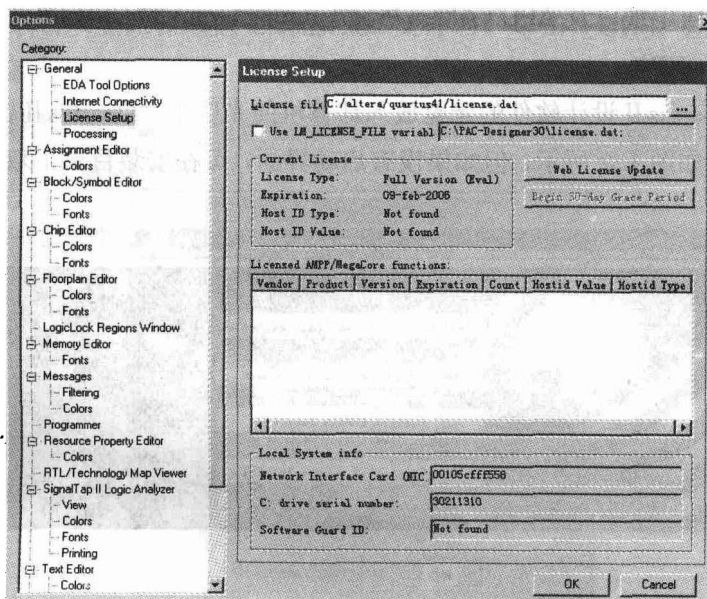

图 1-3 [Options] 对话框的 License Setup 页面
(2) 点击 [Install Quartus II and Related Software] 按钮进入安装 Quartus II 软件的安装向导界面，点击 [Next] 进入安装软件选择界面。点选 “Quartus II 4.1” 后进入授权允许界面。选择 “I accept the terms of the license agreement” 后，出现安装内容选择界面。[Complete] 为完全安装，[Custom] 为用户自定义安装。
(3) 安装结束后，则屏幕显示 Quartus II 图标 ，关闭安装画面，将该图标移到合适的位置，至此，整个系统安装完毕。以后只需双击该图标即可进入 Quartus II 系统。
(4) 第一次运行 Quartus II 时, 需要设置授权码, 在 <http://www.Altera.com/Licensing> 进入 Altera 软件授权主页, 如果使用的是 node-locked license (单用户版), 选择 “FIXEDPC” 项; 如果使用的是 network license (多用户版), 选择 “FLOATPC”、“FLOATNET” 或 “FLOATLNK” 项。
(5) 根据要求, 填写信息, Altera 通过 E-mail 附件和文本两种方式给用户发送授权文件 License.dat。单用户版可以直接使用附件中的授权文件, 网络版需要对授权文件进行简单的修改后才可以使⤵用。
(6) 启动 Quartus II 软件, 选择菜单 [Tools] | [Options] 对话框 License Setup 页面, 如图 1-3 所示。在 “License file” 栏中指定 License.dat 文件所在目录, 单击 [OK] 即可回到 Quartus II 界面开始进行设计。